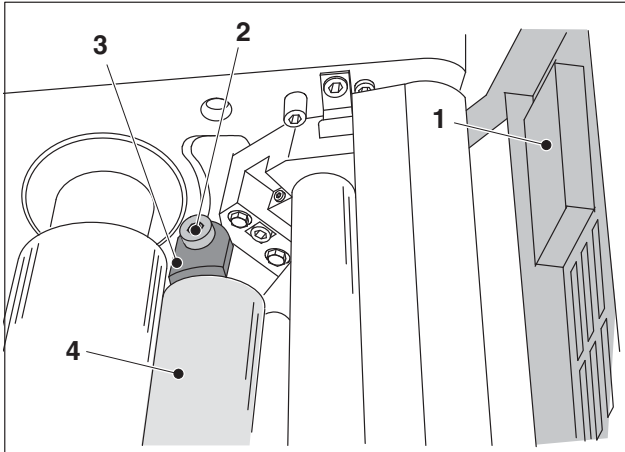

図 53 インキ呼び出しローラ 11
2. 呼び出しローラ 11 の上のガード (図 53/1) を開きます。
3. 駆動側と操作側のネジ (図 53/2) を緩めて、ラッチ (図 53/3) を取り外します。
4. 呼び出しローラ 11 (図 53/4) を取り外します。
2. ラッチ (図 53/3) をネジ (図 53/2) で止めます。
3. 呼び出しローラ 11 の上のガード (図 53/1) を閉じます。
1. インキ呼び出しローラ 11 の上のガード (図 53/1) を開きます。
9. 呼び出しローラ **11** の上のガード (図 53/1) を閉じます。